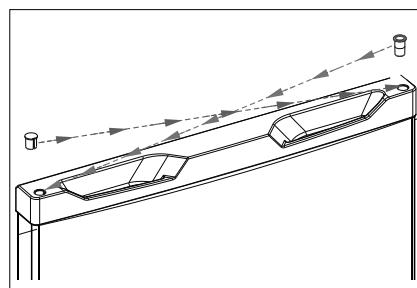

Fig. 9
- ▶ Anbring blindpropnen i boringen på højre side (fig. 9)